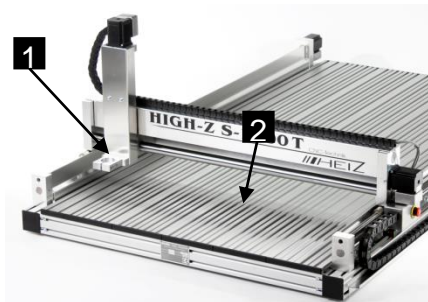

Abb. 18: Arbeitsbereiche
- Bereich der Werkstückaufnahme (Abb. 18 /1) (im abgeschalteten Zustand)
- Bewegungsbereich der Achsen (Abb. 18 /2) (im abgeschalteten Zustand). Zwecks Aufspannen von Werkstücken.